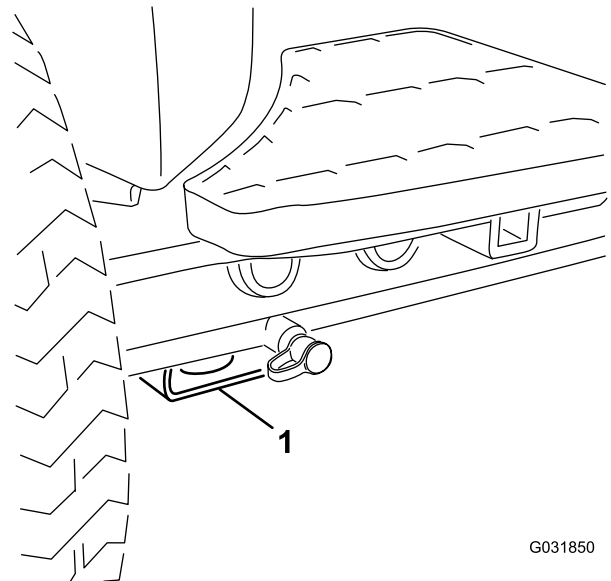

Bild 71
- Vorne: Rechteck unter dem Achsenrohr in jedem Vorderreifen (Bild 71).